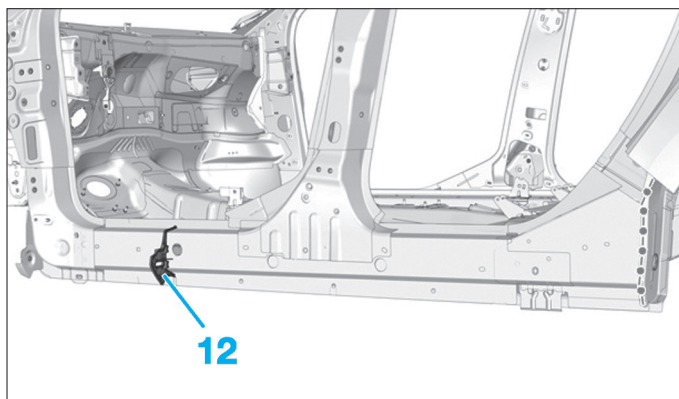

FIG. 112
- Positionner l'insert gonflant (4) (Fig.112).